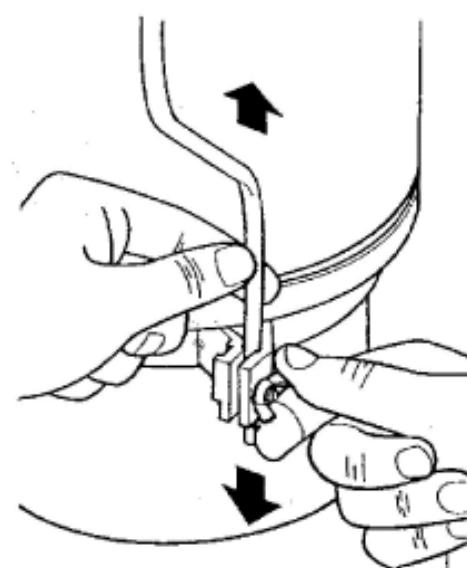

Fig. 4.
- Sätt hänganordningens två klämmor på pumpens motsvarande hål.Montera på gummiskyddet och dra klämmorna så högt uppåt som möjligt.Hantera varsamt för att unvika skada vita skyddsplasten för lättare rotskador.Montera vingmuttrar på vardera sida. Bild (Fig. 4).